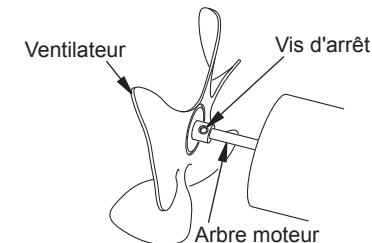

Figure 8 - Emplacement du ventilateur, de l'arbre moteur et des vis d'arrêt
11. Utilisez une clef hexagonale de 1/8 po pour desserrer la vis d'arrêt qui maintient le ventilateur à l'arbre du moteur (voir figure 8).